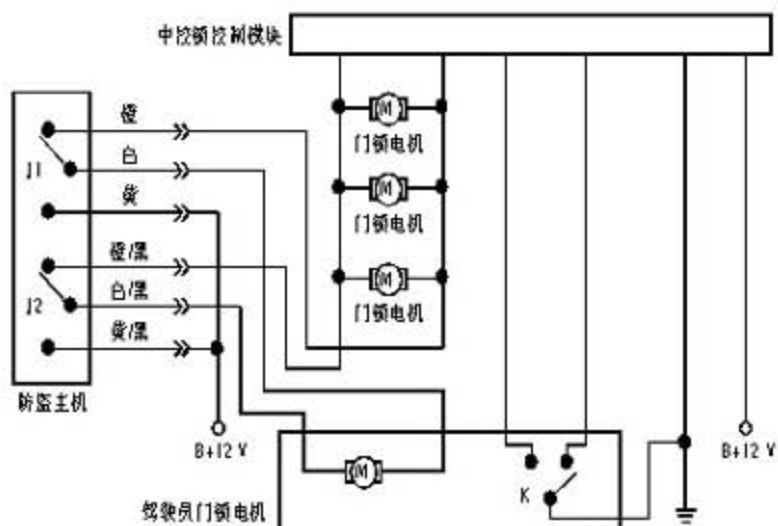
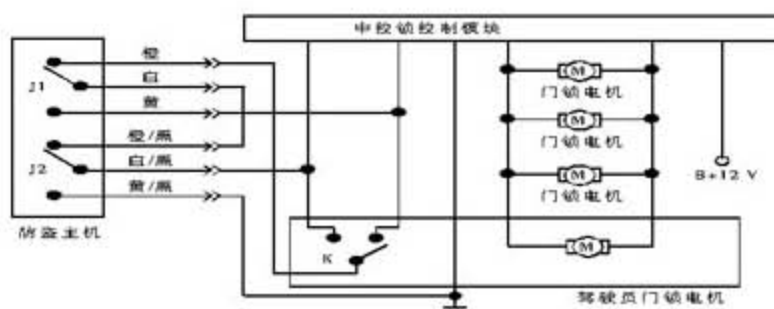

图3 正电回路配线图(夏利N3)
图4 串联配线图(夏利N3)
- 4). 另外, 夏利 N3 也存在后加装防盗器的问题, 在此给大家推荐 2 种夏利 N3 轿车的配线方法, 在此只提供改装电路图(图 3、图 4)做参考。